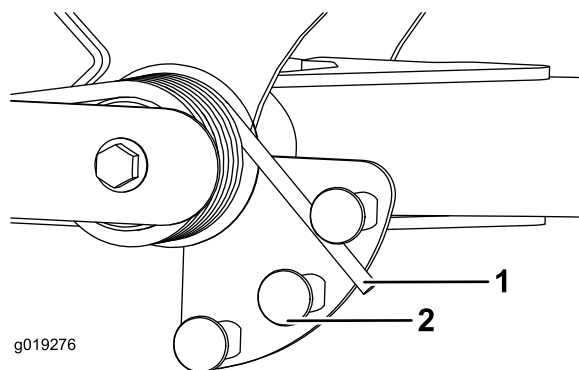

Bild 33
2. Stecken Sie ein Rohr oder ein ähnliches Objekt in das lange Federende und drehen Sie es um den Federaktuator in die gewünschte Stellung (Bild 33).